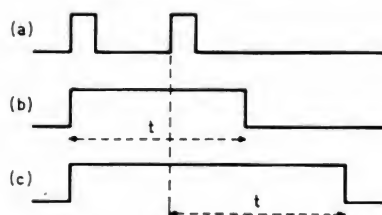

FIGURE 7. — Pour un même signal d'entrée (a), la tension de sortie peut être différente pour un monostable non redéclenchable (b) ou redéclenchable (c).
Le 74121 est de type « non redéclenchable », c'est-à-dire qu'il ignore les signaux de déclenchement reçus pendant sa période quasi stable. La figure 7 résume la différence entre les deux types de monostables. En (1), sont représentés deux signaux d'attaque très rapprochés. En (2), il s'agit du signal de sortie d'un non redéclenchable de période  $t$ . La seconde impulsion est ignorée. En (3), le signal de sortie est celui d'un redéclenchable de même période  $t$ . Ce monostable a basculé dès l'apparition de la première impulsion. Il tient compte de la seconde de telle